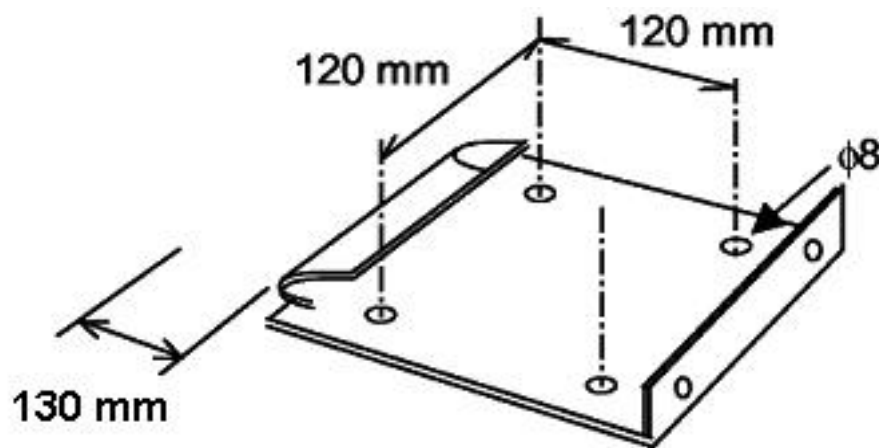

Рис.1.5 Установочные размеры для монтажа подставки под транспондер.
2. Закрепите подставку на рабочем столе четырьмя болтами. Установочные размеры для монтажа подставки показаны на рис.1.5